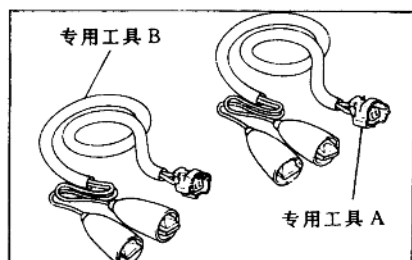

图 1-12
(9)使用专用工具检查或测试喷油器、冷起动喷油器及其导线接头(图1-12)。